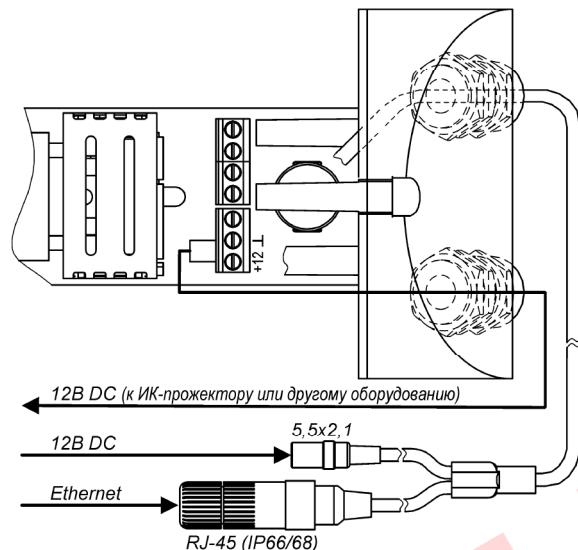
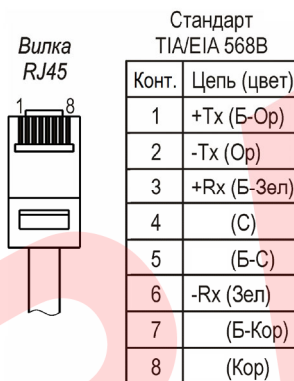

Рис.2 Подключение изделия
Рис.3 Обжимка кабеля кат.5е
Кабель питания подключить к плате коммутации к контактам «+12» и «┴», соблюдая полярность (рис.2).
- 2. Подключить кабель Ethernet (UTP кат.5е) в герметичный разъем RJ-45 (IP66/IP68) (рис.2). Схема обжимки вилки RJ45 согласно стандарту EIA/TIA-568B показана на рис.3. Подключить кабель питания к разъёму «5,5x2,1» (рис.2).
- 6. При необходимости подключения ИК-прожектора или другого внешнего оборудования ввести через свободный гермоввод кабель питания ИК-прожектора (рис.2).